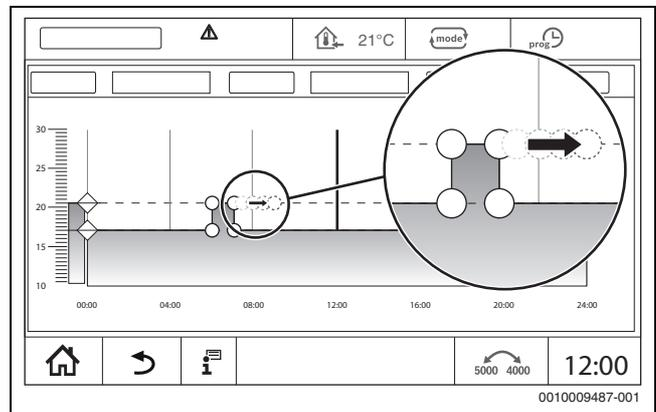

Fig. 25 Spostamento dei punti di commutazione
- ▶ toccare il punto di commutazione (→ fig. 25) per un secondo e trascinarlo sull'ora desiderata.